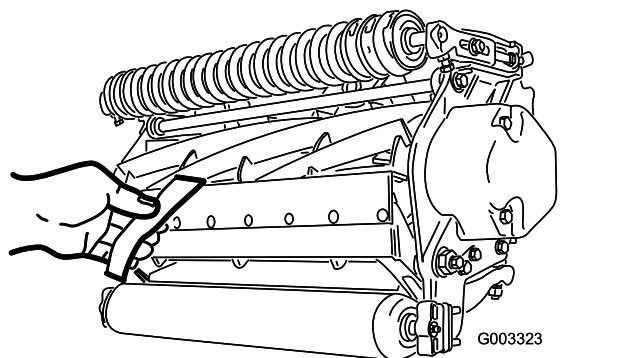

图14
12. 在滚刀与底刀间插入一长条 Toro 剪切性能纸纸要与底刀垂直检测剪切性能 **图14**。